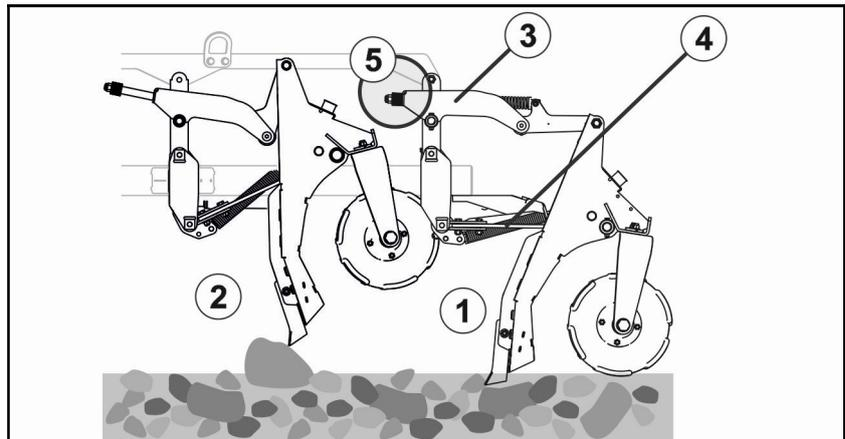

Fig. 32
- la posibilidad de evitarlo gracias a la fuerza de muelle que evita el doblado del brazo superior (Fig. 32/3).
- la posibilidad de evitarlo horizontalmente gracias al brazo inferior de acero para muelles (Fig. 32/4).